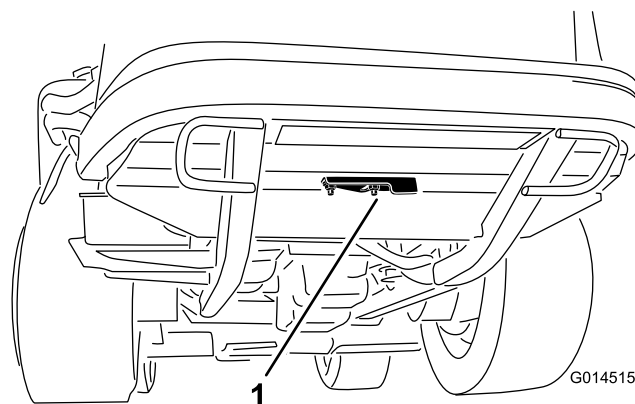

Figura 34
- Desaperte a porca flangeada que prende a cobertura à parte inferior da estrutura traseira (Figura 34). Rode a cobertura para o lado para expor o furo de limpeza no chassi.